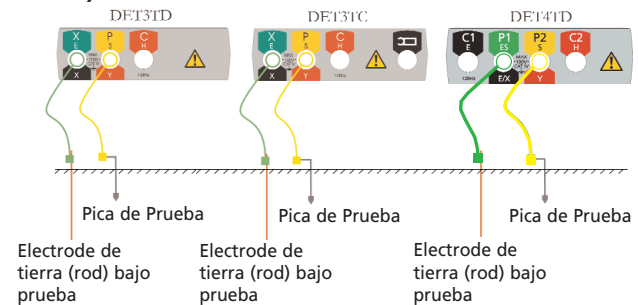

Figura 2: Conexiones para medir el voltaje del ruido del suelo y la resistencia de 2 terminales
Antes de realizar medida alguna, asegúrese que el estado de carga de las baterías es suficiente para realizar las medidas que se pretenden. El estado de carga aparece en el gráfico, según se muestra en la Figura 2, y que se muestra de manera continua en el LCD siempre que el instrumental se encuentre encendido.
1. Ponga la posición 'OFF' con el interruptor de selección, conecte el instrumental como se muestra en la Figura 2.
1. Con el interruptor de selección en la posición 'OFF', conecte el instrumental como indica la Figura 2, pero conectándolo a la parte de la instalación que quiera probar.